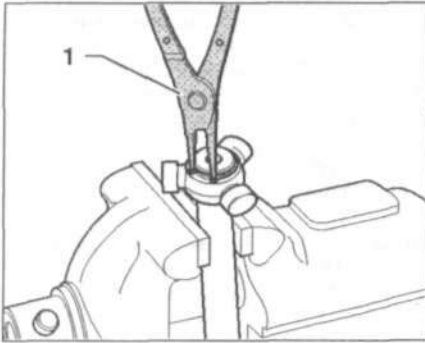

Рис. 9.29. Снимите стопорное кольцо с помощью щипцов 1.
7. Снимите стопорное кольцо с помощью щипцов 1 (рис. 9.29).